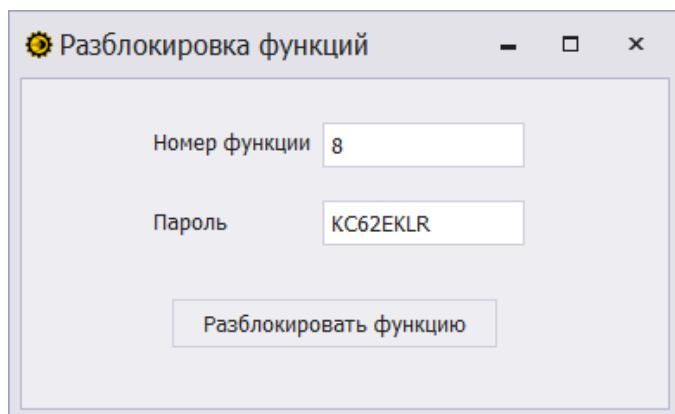

Рис.15. Ввод номера функции и пароля к ней.
4. Введите номер функции и восьмизначный пароль для его разблокировки, полученный в ООО НПО «ТехноКом» (Рис.15).